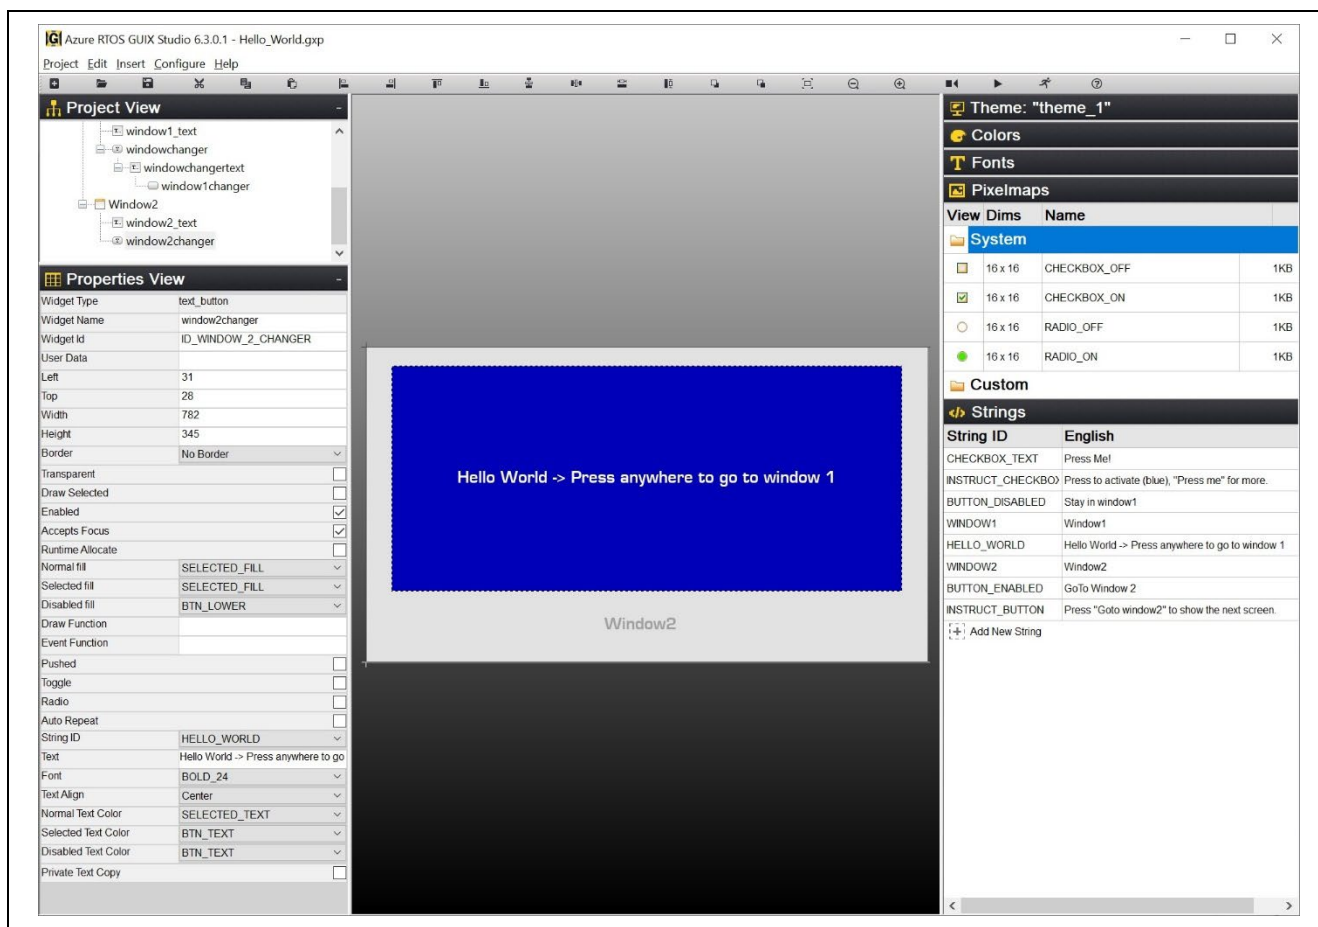

図 68. Window2
29. 挿入と設定終了後の Window2 を図 68 に示します。